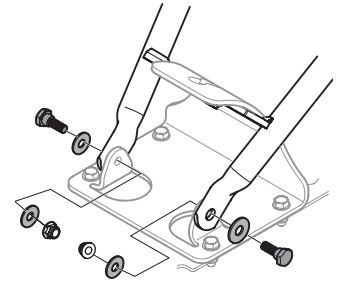

Figura 3
5. Fije sin apretar los manillares a las lengüetas de montaje con dos tornillos con cuello (.437 x .268: 5/16-18), insertados a través de dos arandelas (.439 x .817 x .061), luego a través de los extremos inferiores de la manija y los orificios delanteros del soporte. Agregue arandelas planas (.349 x .879 x .063) en los extremos de cada una y asegúrelas enroscando una tuerca hexagonal de nylock (5/16-18) en cada extremo. Consulte la Figura 3.